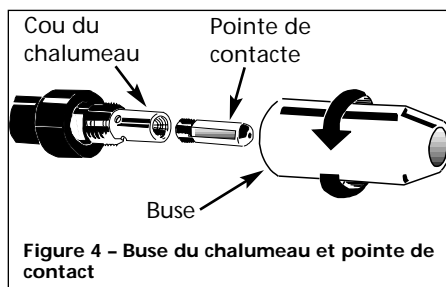

Figure 4 - Buse du chalumeau et pointe de contact
7. Enlever la buse en tournant **au sens contraire des aiguilles d'une montre.** Ensuite dévisser la pointe de contact du bout du chalumeau (Voir Figure 4). Brancher le soudeur dans la prise de courant correcte.
buse en tournant **au sens des aiguilles d'une montre** (Voir Figure 4). Tailler le fil environ 1/4 po du bout de la buse.